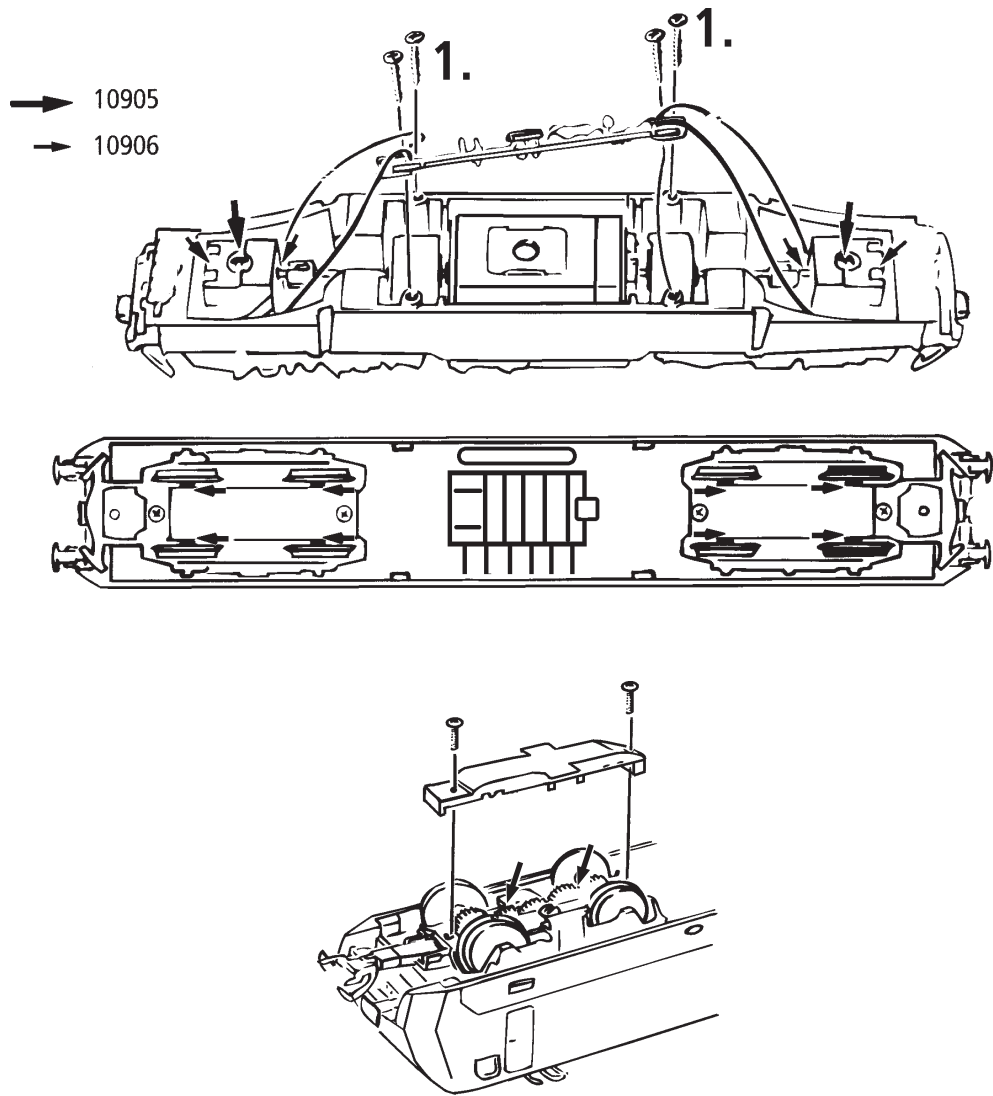

Fig. 11
**4. Kohlebürstenwechsel:** Lokgehäuse abnehmen (Fig. 3). Danach wird der Motor ausgebaut und die Kohlebürsten ausgewechselt (Fig. 11).
**4. Carbon Brush Changing:** First remove loco body (fig. 3), and then the motor (fig. 11).
**4. Remplacement des balais du moteur:** Démontez la caisse (voir fig. 3). Démontez ensuite le moteur et échangez le balais (fig. 11).